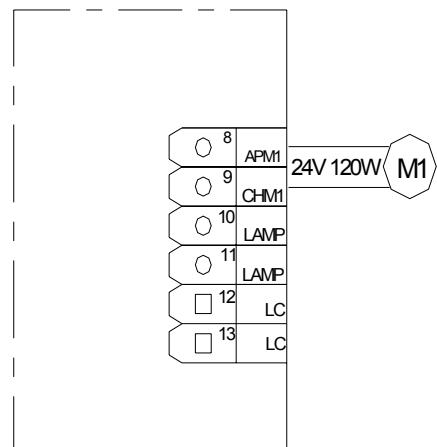

**Fig. 7**
**Regolazioni asta:** l'apertura standard della barriera è in senso antiorario come indicato in (Fig. 7).